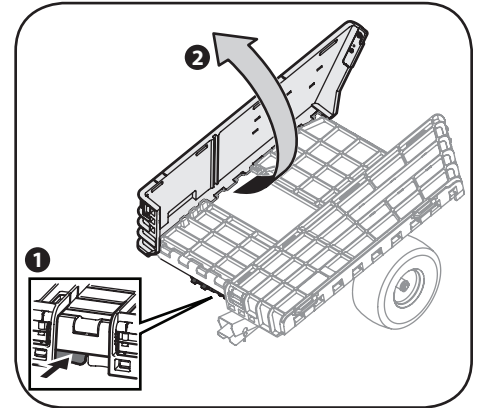

Figura 3-5
7. Ubique el sujetador del panel en la parte delantera del remolque. Presione el sujetador del panel hacia adentro y levante los lados de la plataforma del remolque. Consulte la Figura 3-5.